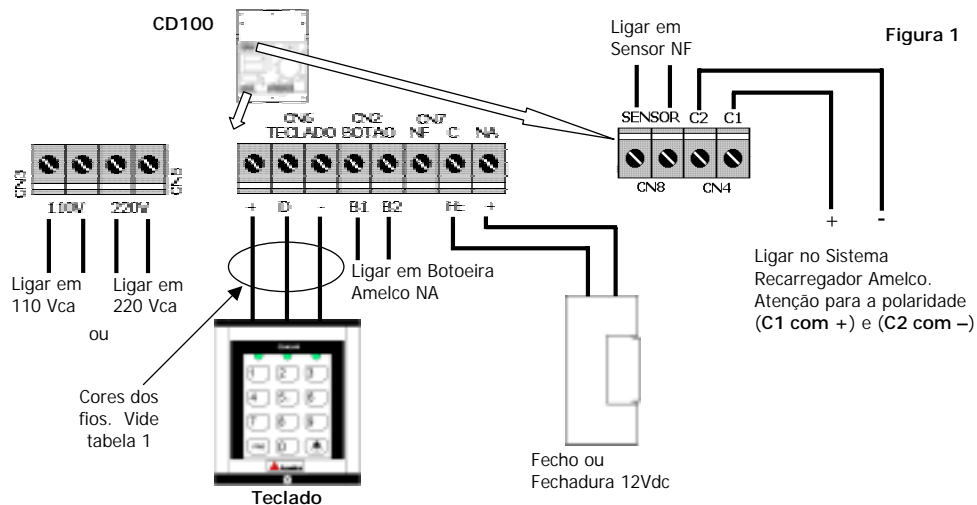
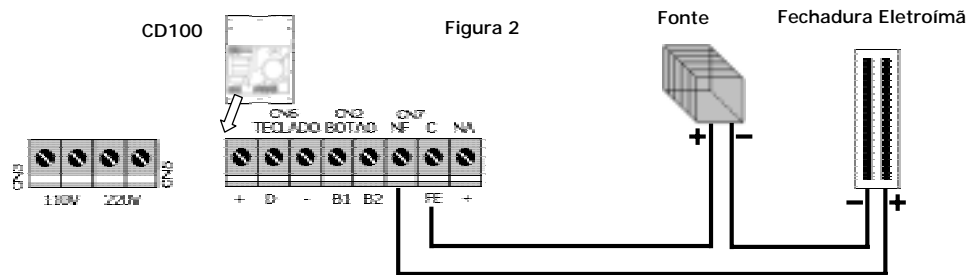

Figura 1
Figura 2
Para abrir o Teclado do AM-CDA100, solte o parafuso da frente e desencaixe. Para abrir o Circuito Controlador CD100, segure o fundo e faça uma alavanca no encaixe superior entre a tampa e o fundo. Fixe as unidades, Teclado do lado externo e CD100 lado interno, próximo da porta que deseja controlar o acesso. Faça um furo que atravesse a parede para passagem dos 3 fios que interligam as unidades. A maior distância permitida entre o Teclado e o CD100 são 15 metros, utilize fio 3X22 AWG (0,65 mm²). Interligue os fios do Teclado aos terminais (+), (D) e (-) do CD100, vide figura 1 e tabela 1 com a equivalência das cores dos fios de ligação do Teclado. Para distâncias e especificações dos fios para instalação da Fechadura Elétrica, Botão Adicional, Sensor e Sistema Recarregador Amelco, vide tabela 2.
Utilize fios adequados, consulte o manual da fechadura eletroimã e utilize uma fonte com especificação adequada para sua fechadura eletroimã. Interligue o **negativo** da fonte no **negativo** da fechadura, interligue o **positivo** da fonte no terminal (C) do CD100, interligue o terminal (NF) do CD100 no terminal **positivo** da fechadura. Vide figura 2.
Para as outras ligações, vide figura 1.
Interligar os fios do Teclado em paralelo no CD100. A figura 1 mostra a ligação de um Teclado, para instalação de mais um Teclado, efetuar a ligação em paralelo. Independente da fechadura que será acionada, é necessário configurar para a saída à relé vide item 4.3; é necessário utilizar fonte externa adequada para a fechadura que será acionada; a instalação é equivalente ao diagrama da figura 2, fique atento para a utilização dos contatos do relé, por exemplo: NA e C para fechadura eletromagnética ou NF e C para fechadura eletroimã; programar acionamento pulsante ou retenção vide item 5.4. Portanto, para instalação de dois teclados é necessário utilizar fonte externa compatível com o consumo da fechadura que será acionada.